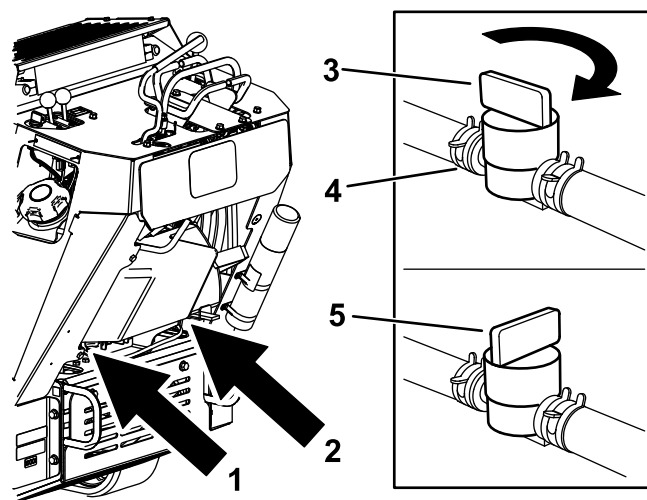

Figure 48
3. Tournez le robinet d'arrivée de carburant en position fermée (Figure 48).
4. Pincez les extrémités du collier de flexible du côté moteur du robinet et poussez-le vers le haut de la conduite d'alimentation, dans la direction opposée au robinet (Figure 48).
5. Débranchez la conduite d'alimentation du robinet (Figure 48).
3. Tournez le robinet de vidange en position fermée (Figure 48).
5. Tournez le robinet d'arrivée de carburant en position ouverte (Figure 48).